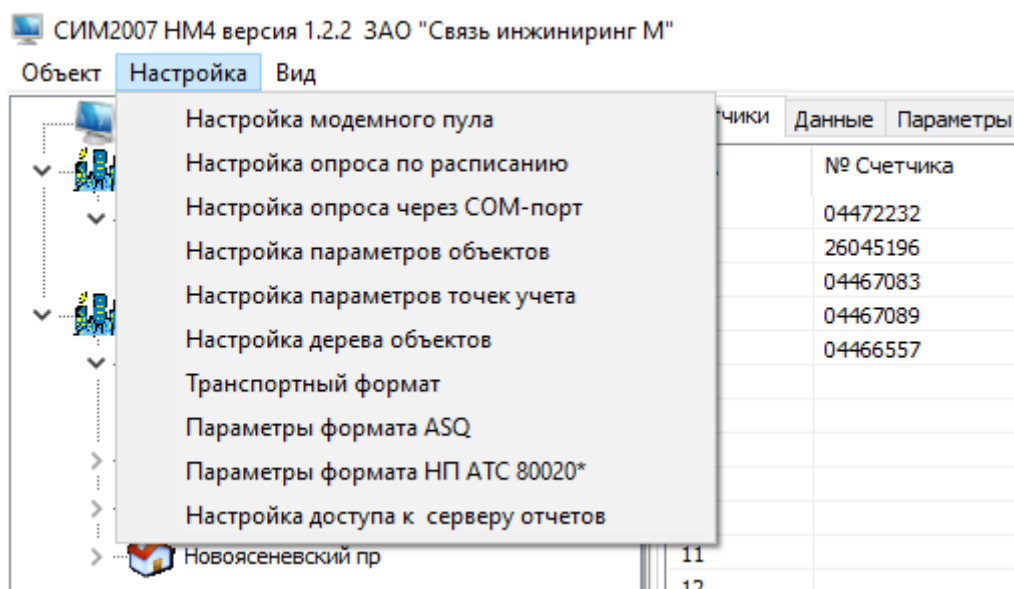

Рисунок 22. Вспомогательное меню «Настройка».
8.2 В главном меню (Главное окно программы, Рисунок 1) выберите пункт «Настройка». В открывшемся вспомогательном меню, Рисунок 22, выберите тип требуемого формата: «Настройка опроса через СОМ-порт», «Транспортный формат», «Параметры формата ASQ» (формат МосЭнерго) или «Параметры формата НП АТС 80020*».